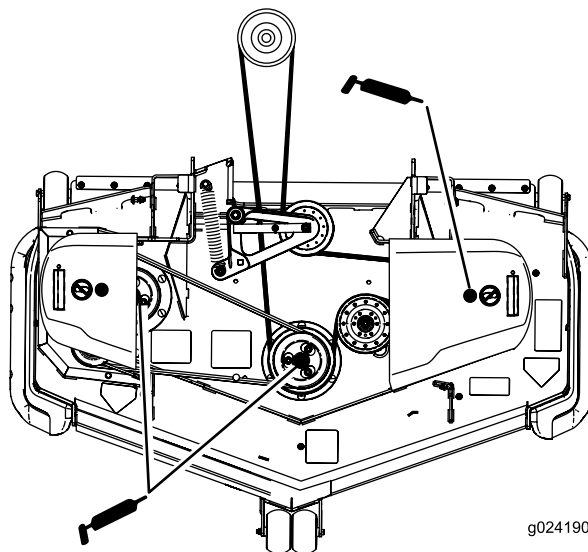

Figura 40
5. Engrase los tres cojinetes de los ejes hasta que rezume grasa de las juntas inferiores (Figura 40).
7. Engrase el brazo tensor de la correa de la carcasa (Figura 40).